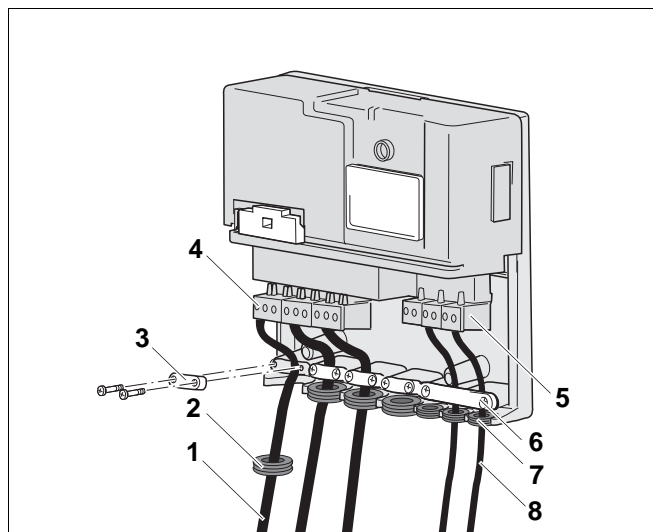

Fig. 5 Realizzazione del collegamento elettrico
- Portare l'isolatore passante in gomma (fig. 5, **pos. 2**) sul cavo di collegamento alla rete.
- Avvitare il cavo di collegamento alla rete (fig. 5, **pos. 1**) al morsetto (fig. 5, **pos. 4**) per il collegamento alla rete e inserirlo nella posizione prevista del modulo (vedere lo schema elettrico).
- Avvitare correttamente i fermacavi antitrazione (fig. 5, **pos. 3**) utilizzando le fascette fornite in dotazione.
- Portare l'isolamento passante in gomma (fig. 5, **pos. 7**) sulla linea bus (fig. 5, **pos. 8**).
- Avvitare la linea BUS (fig. 5, **pos. 8**) all'apposito morsetto (fig. 5, **pos. 5**) e inserirlo nella posizione prevista del modulo (vedere schema elettrico).
- Avvitare correttamente i fermacavi antitrazione (fig. 5, **pos. 6**) utilizzando le fascette fornite in dotazione.
- Avvitare la linea BUS (fig. 5, **pos. 8**) con il connettore a spina fornito in dotazione.